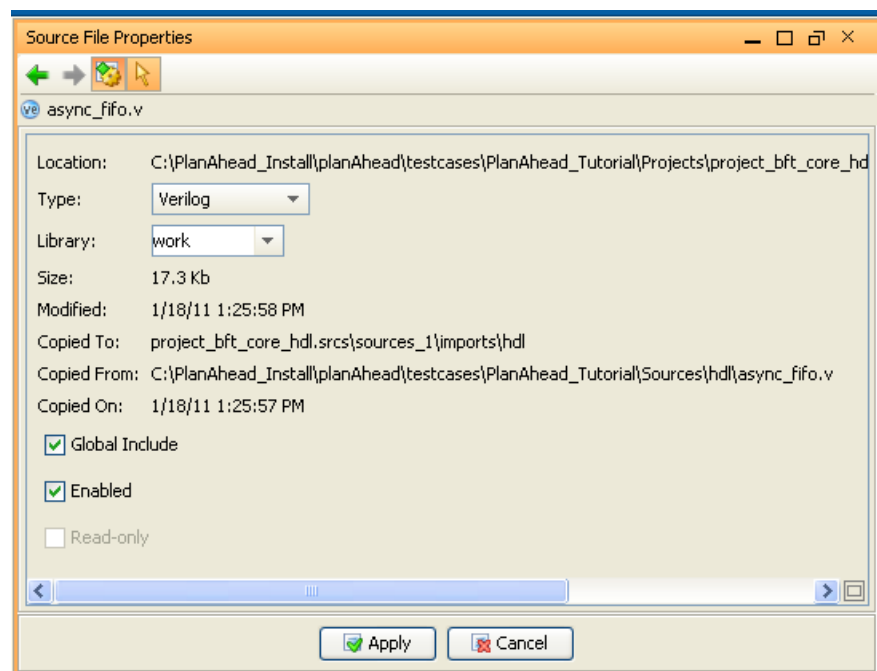

図 4-43 : [Source File Properties] ビュー
1. [Sources] ビューでソース ファイルを右クリックし、[Source File Properties] をクリックします。図 4-43 に、Verilog ファイルの [Source File Properties] ビューを示します。